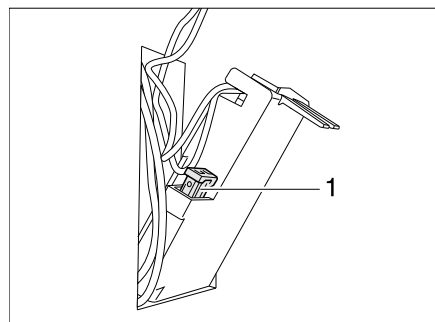

Bild 161 Sicherung der Thetford-Toilette
- Die Sicherung (Bild 161,1) wechseln.